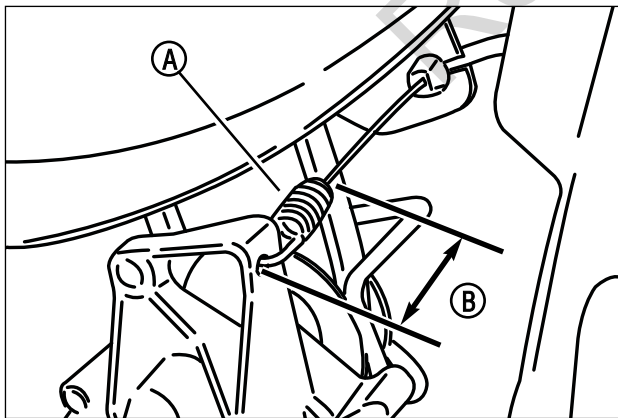

Figura 19: Medición de la longitud del resorte con la transmisión desactivada
2. Con la palanca de control del sistema de tracción de las ruedas en la posición 'DESACTIVADA' (DISENGAGE), el resorte (A, **Figura 19**) en el extremo del cable (mecánico) de control del sistema de tracción de las ruedas no debe estar tensionado. Mida la longitud total del resorte no-extendido (B).